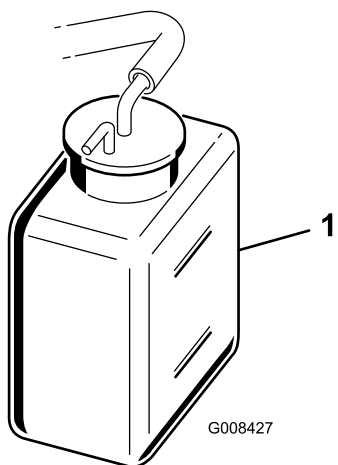

Figura 45
2. Controllate il livello del refrigerante (Figura 45).